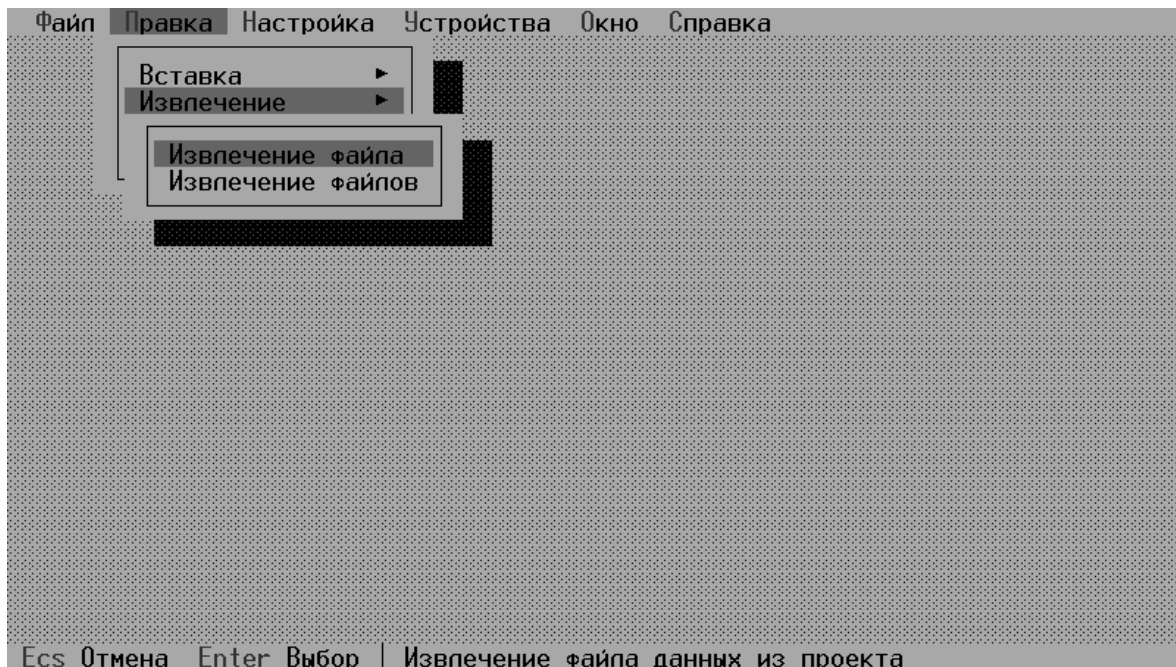

Рис. 8. Меню **Правка** программы (подменю **Извлечение**).
- извлечь отдельный двоичный файл из проекта и сохранить его на диске (опция **Извлечение/Извлечение файла** см. рис.8), при этом файл сохраняется на диске по тем же именам, как и в проекте. Пояснительная информация к этому двоичному файлу, отображаемая в окне **'О программе'**, сохраняется на диске в виде текстового файла под тем же именем, что и соответствующий двоичный файл, но с расширением **\*.INF** ;